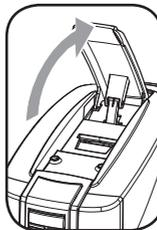

Рис.1
- 8- Поднять рычаг открывания отсека для капсул (рис.1).